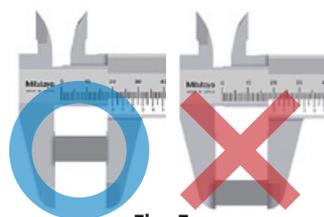

Fig. 5
2. Certifique-se de aplicar uma força constante durante a medição, e posicionar a peça o mais próxima possível da régua. (Fig. 5)